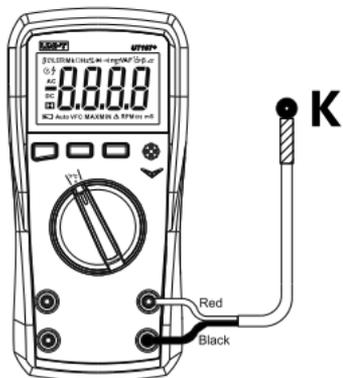

Рисунок 15
- Подключите термопару типа К к соответствующему разъему (см. рисунок 15). Щуп зафиксирует температуру измеряемой поверхности, через несколько секунд показания появятся на дисплее.